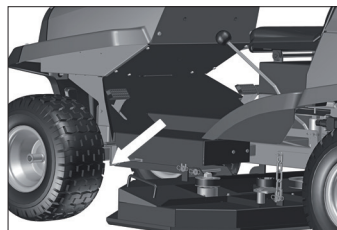

Fig. 32
4. Retire os dois pinos dianteiros das barras estabilizadoras do conjunto de corte [Fig. 32].